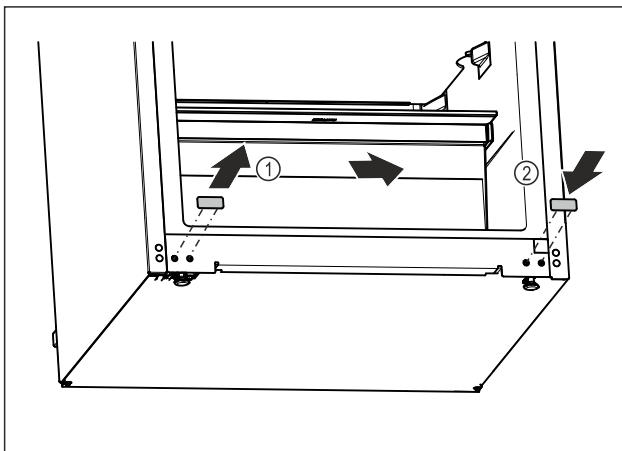

Fig. 16
- Trekk ut dekselpluggene. Fig. 16 (1)
- Sett inn dekselpluggen på motsatt side. Fig. 16 (2)